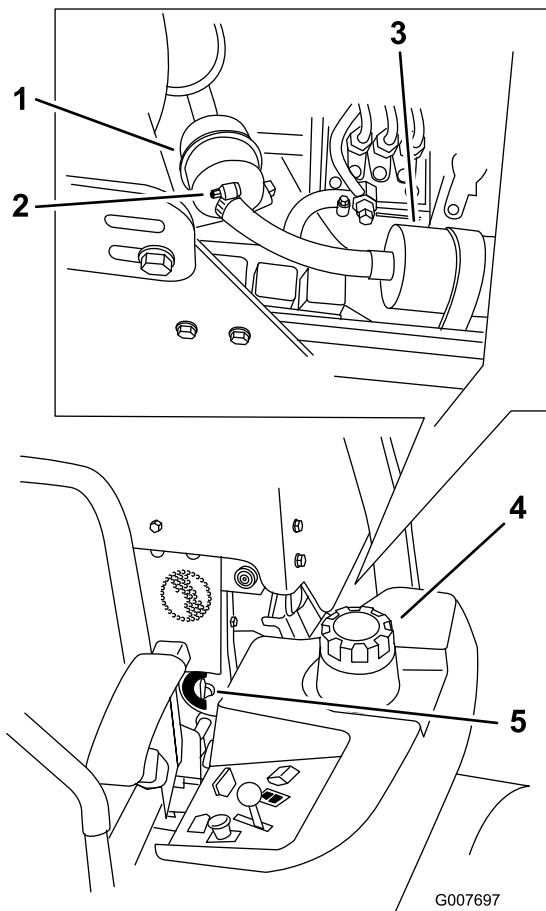

Bild 67
4. Schließen Sie den Kraftstoffhahn (Bild 67).
5. Lösen Sie die zwei Schlauchklemmen und schließen Sie die Kraftstoffleitungen vom Kraftstofffilter ab (Bild 67).
6. Bringen Sie einen neuen Filter an. Schließen Sie die Kraftstoffleitungen am Kraftstofffilter an und montieren Sie die zwei Schlauchklemmen (Bild 67).